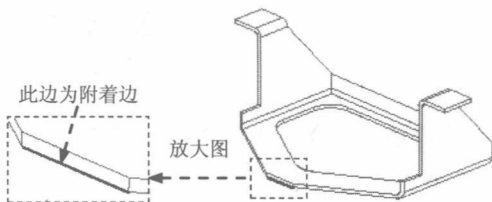

图 1.19 定义附着边
- (1) 选择命令。单击功能选项卡工具栏中的“弯边”按钮.
- (2) 定义附着边。选取图 1.19 所示的模型边线为附着边。